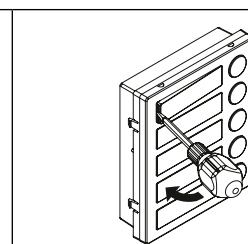

Fig. 6
- Fare leva con il cacciavite come mostrato in Fig. 6 per rimuovere il porta-cartellino (fare attenzione a non ammaccare la placca);